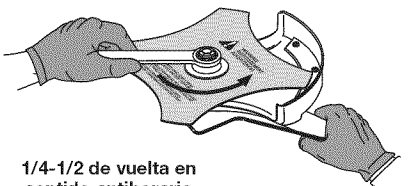

Fig. 10
- Si no tiene una llave de torsión, use una llave de boca cerrada de 5/8 de pulgada o de casquillo, gire la tuerca hasta que el retén de la cuchilla esté ajustado contra el buje del eje. Verifique que la cuchilla esté bien instalada, luego gire la tuerca 1/4 a 1/2 vuelta más en sentido antihorario (Fig. 10).